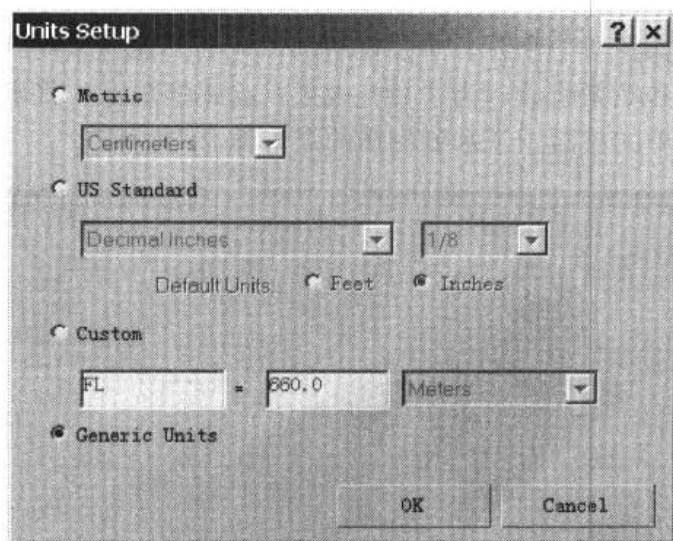

图 1-2 Units Setup 对话框
Step 1 设置显示单位。选择菜单栏中的 Customize\Units Setup 命令，打开 Units Setup 对话框，如图 1-2 所示。不采用系统的默认单位，而采用毫米为单位。选择对话框中的 Metric 选项，在其下拉菜单中选择 Millimeters，然后单击 OK 按钮确定即可。